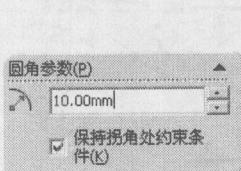

图 1-14 “圆角”属性管理器
1) 在草图绘制状态下，直接单击 (绘制圆角) 工具，这时在左窗格中显示“圆角”属性管理器，如图 1-14 所示。